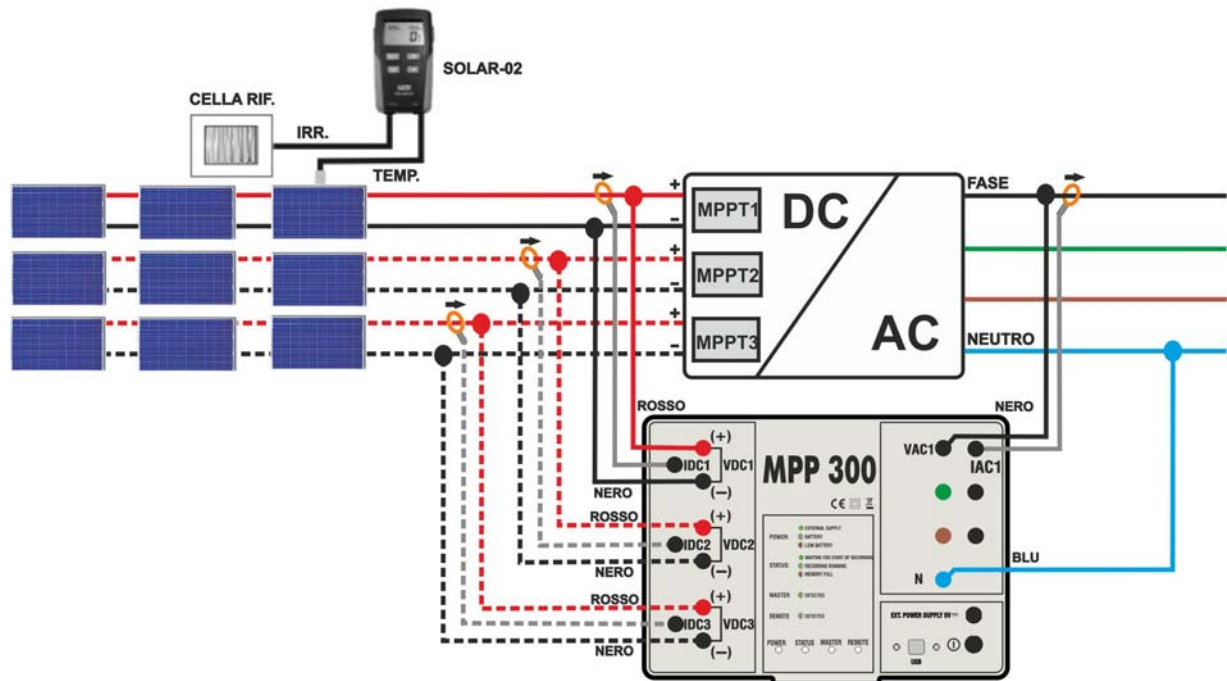
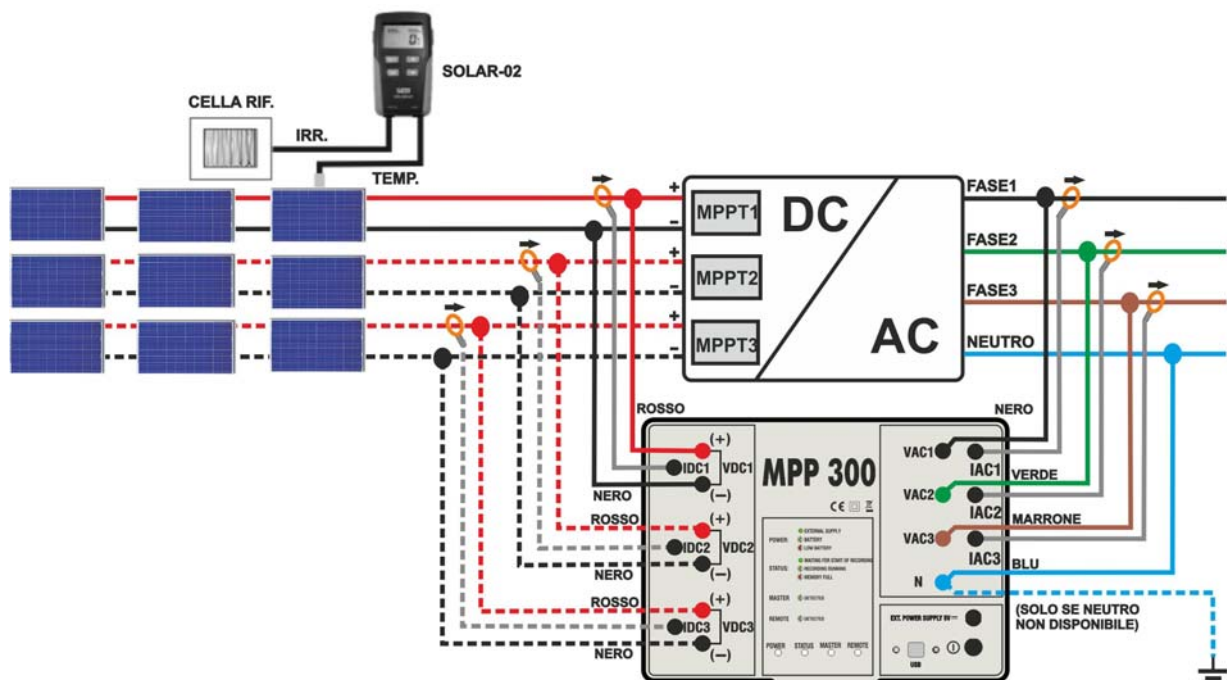

Fig. 170: Collegamento dell'MPP300 per collaudo di un impianto FV Monofase
Fig. 171: Collegamento dell'MPP300 per collaudo di un impianto FV Trifase
7. Collegare gli ingressi **VDC1(+)** e **VDC1(-)** dell'unità **MPP300** ai terminali di uscita della stringa rispettando le polarità ed i colori indicati in Fig. 170 o Fig. 171.
10. Inserire la pinza di corrente DC sul conduttore positivo in uscita dalla stringa **rispettando il verso della freccia** presente sulla pinza stessa come indicato in Fig. 170 o Fig. 171. Posizionare il toroide della pinza il più lontano possibile dall'inverter e dal conduttore negativo in uscita dalla stringa stessa.
12. Collegare gli ingressi **VAC1** ed **N** dell'unità **MPP300** rispettivamente ai conduttori di Fase e Neutro rispettando le polarità ed i colori indicati in Fig. 170 o Fig. 171. Nel caso di impianti trifase in cui il conduttore di Neutro non sia disponibile, collegare l'ingresso **N** a Terra.
14. Collegare la pinza AC sul conduttore di Fase L1 **rispettando il verso della freccia** presente sulla pinza stessa come indicato in Fig. 170 o Fig. 171. Posizionare il toroide della pinza il più lontano possibile dall'inverter e dal conduttore Neutro. Collegare l'uscita della pinza all'ingresso **IAC1** dell'MPP300.